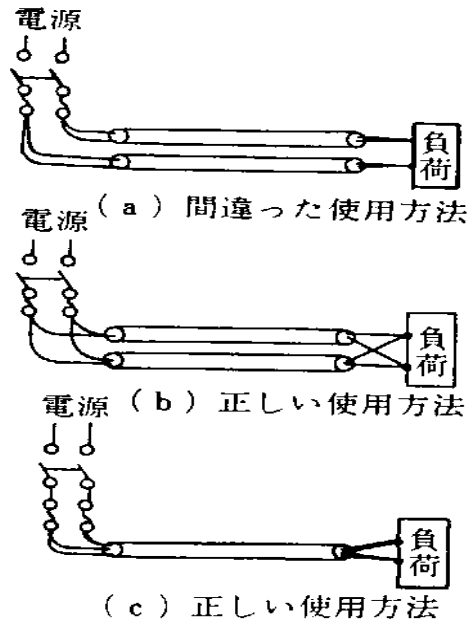

図13 電線の並列使用(単相)
- 3) 動力線及び電線管を用いて配線するときは、電線管が発熱するため1回路の電線を別々の電線管に入れない(図13参照)。